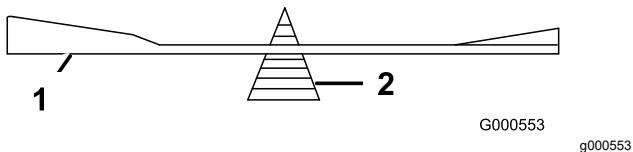

Figura 72
- Verifique el equilibrio de la cuchilla colocándola sobre un equilibrador de cuchillas (Figura 72).